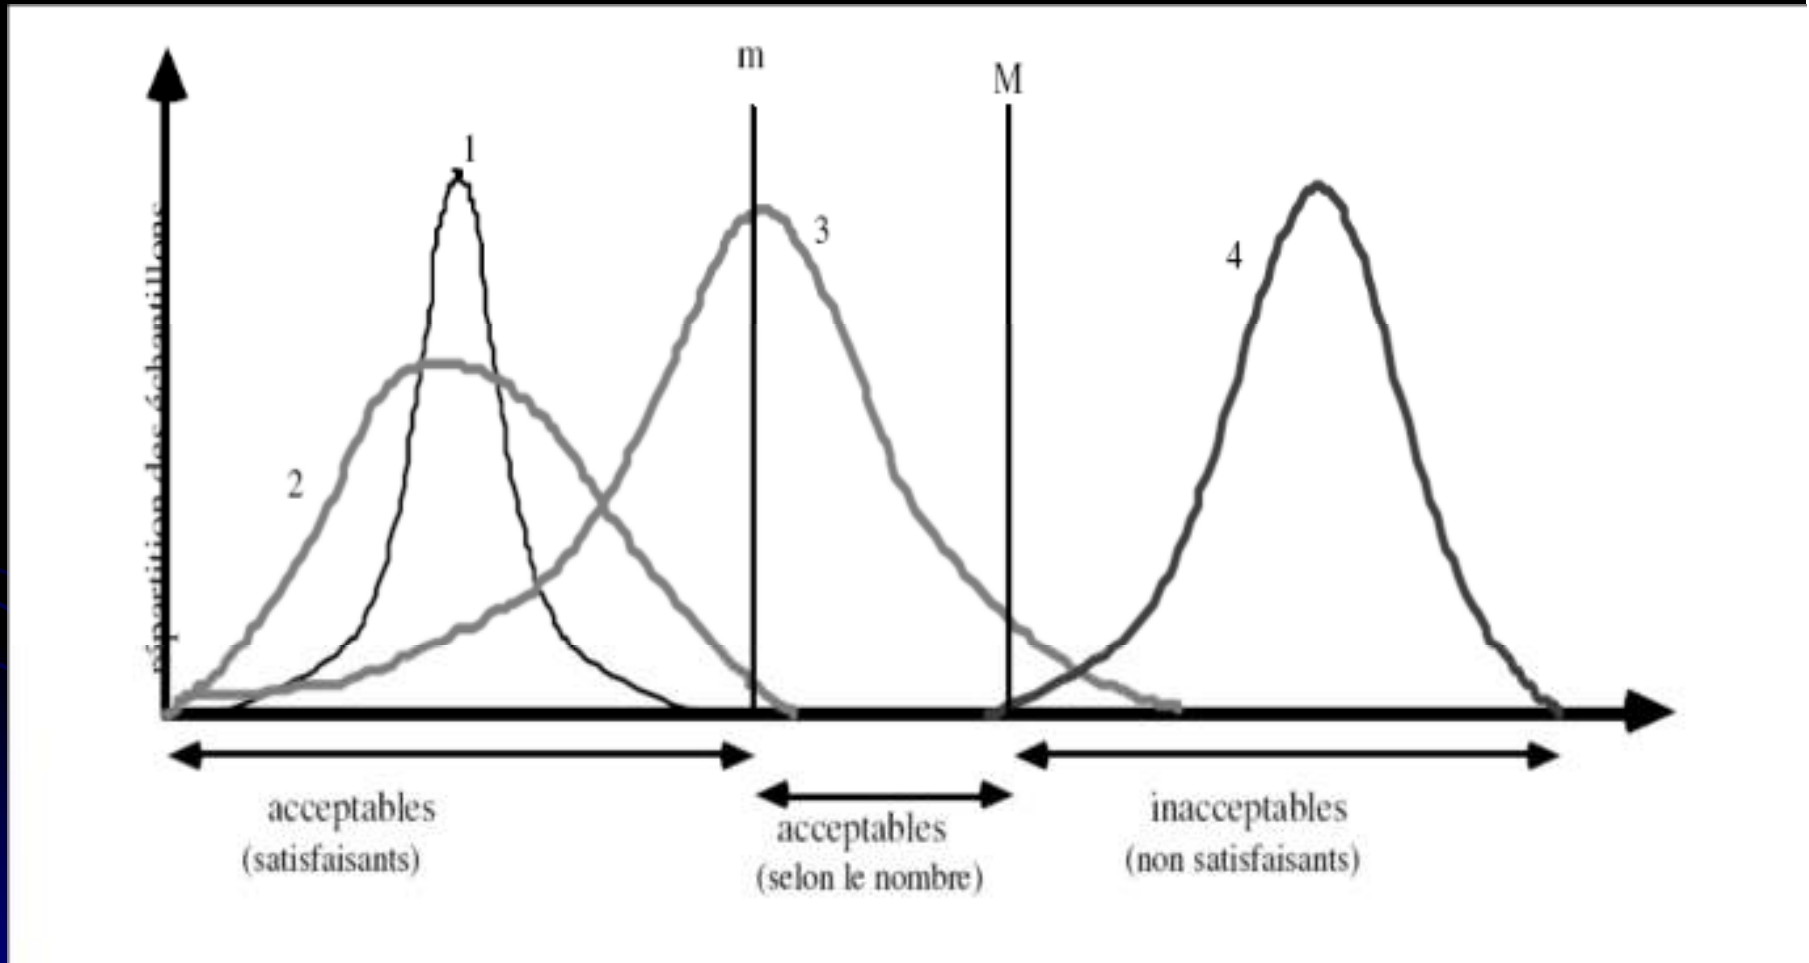

Figure 1: Distribution des échantillons d'après l'ICMSF
**m** sépare la 1ère et la 2ème catégories et **M** la 2ème et la 3ème (figure 1).